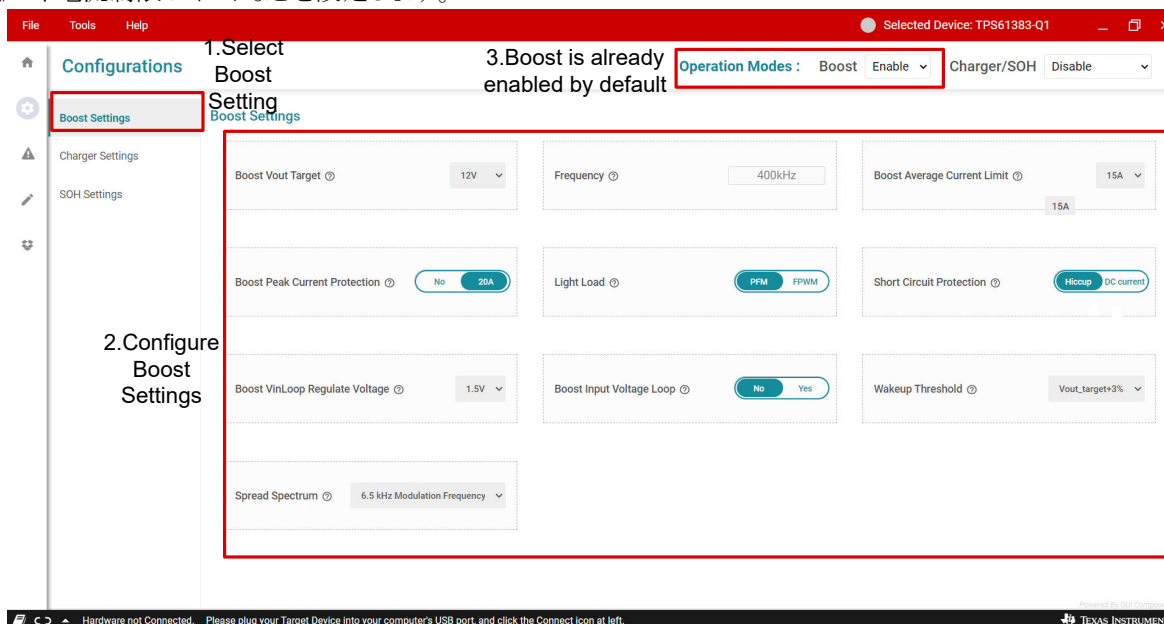

図 3-3. 昇圧設定シート
4. 「開始」ボタンを選択すると、GUI が自動的に設定画面をオンにします (図 3-3 を参照)。TPS61383 のブースト機能は、デフォルトで有効に設定されています。デフォルトの出力電圧は 12V です。設計目標に応じて、昇圧モード出力電圧や電流制限ポイントなどを設定します。